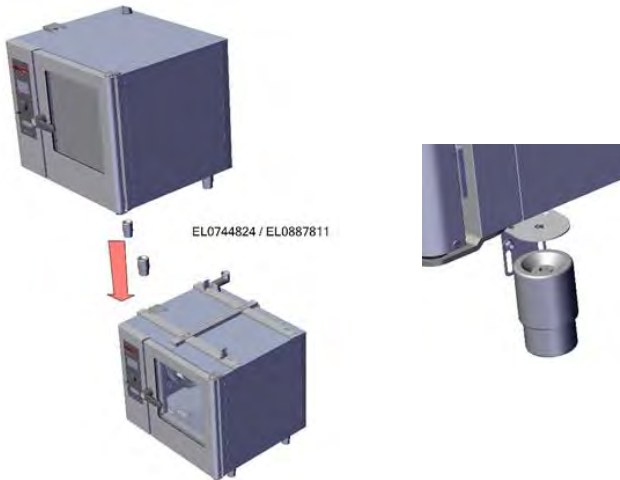

Fig. 54: Justerbara fötter
10. Avlägsna de diagonala, justerbara fixeringsfötterna, runda (el EL0744824/gas EL0887811) och sätt fast dem igen med de övre fothållarvinklarna på apparaten (Fig. 54).